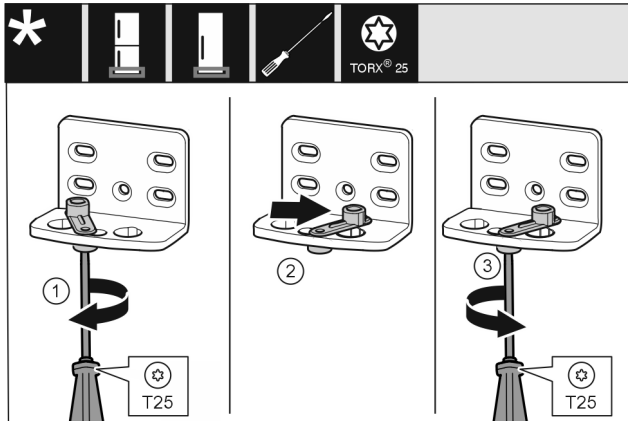

Fig. 11
- ▶ Atlaisvinkite varžtą atsuktuvu T25. *Fig. 11 (1)*
- ▶ Pakelkite pagalbinį durų uždarymo įtaisą ir 90° kampu pasukite į dešinę kiauymėje. *Fig. 11 (2)*
- ▶ Tvirtai prisukite varžtą atsuktuvu T25. *Fig. 11 (3)*